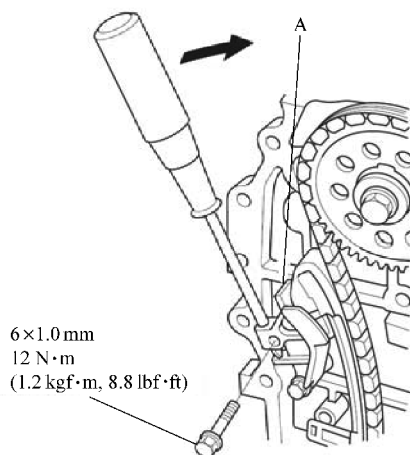

图 11-29 顺时针转动张紧器滑块
9) 在凸轮链条张紧器滑块 A 的滑动表面上涂抹新的机油，如图 11-29 所示。